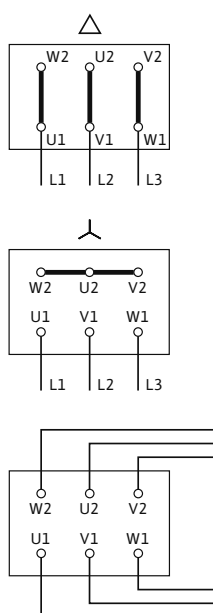

Fig. 17: Verkkoliitäntä
Sähköliitännän kytkentäkaavio on liitäntäkotelon kannessa (katso myös Fig. 17).
- Verkkoliitäntä riippuu moottoritehosta P_2 , verkkojännitteestä ja käynnistystavasta. Tarvittava yhdyssiltojen liitäntä liitäntäkoteloon näkyy seuraavasta luettelosta "Taul. 4: Liittimien varaukset" sivulla 45 ja kuvasta (Fig. 17).